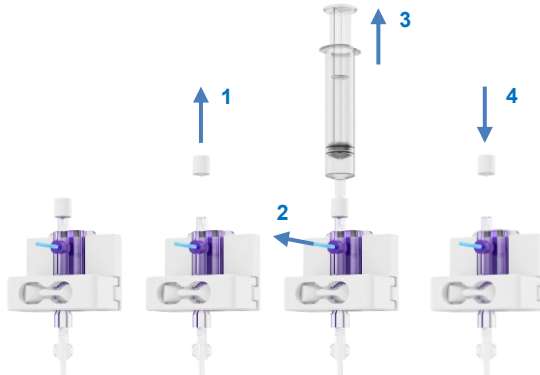

Figure 24 Dégazage du capteur de pression
- Enlevez le bouchon sur le capteur de pression et insérez une seringue stérile sur l'orifice ouvert (Figure 24 ; étape 1).
- Pour remplir la ligne de pression et éliminer l'air, tirez sur la languette bleue (Figure 24 ; étape 2) tout en aspirant avec la seringue (étape 3). Arrêtez une fois que l'air a été éliminé.
- Remettez le bouchon sur le capteur de pression (Figure 24 ; étape 4).